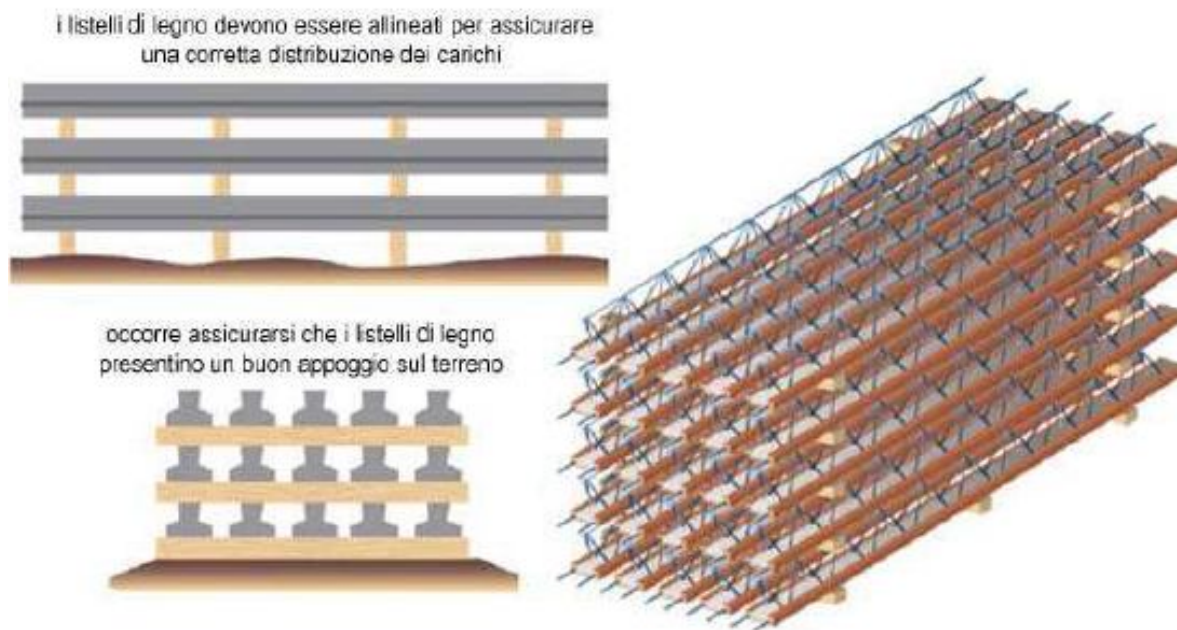

Fig. 2 – Modalità di stoccaggio dei travetti
Sono utilizzati apparecchi di sollevamento, quali gru a torre e gru a ponte, corredati di appositi ganci a cui collegare catene dotate di gancio terminale con apposita linguetta (vd. fig. 1). Per determinati sollevamenti, devono essere utilizzati tiranti di catena (vd. fig.2) o di fune o brache di sollevamento.
- Lo stoccaggio dei travetti non dovrà prevedere cataste superiori a 10 strati, specie se si tratta di travetti a traliccio, posizionando a livello di ogni corso opportuni traversi in legno in modo di evitare sbalzi alle estremità a centrare i carichi. I travetti, se precompressi, non dovranno mai essere movimentati con la suola al contrario (verso l'alto), ma dovranno avere la stessa giacitura che assumeranno in opera per evitare sollecitazioni non previste (fig. 2). Durante il sollevamento occorre avere cura di agganciare i travetti in due punti simmetrici rispetto alla mezzeria, tenendo conto delle istruzioni delle ditte fornitrici sulla lunghezza limite delle parti a sbalzo. Le attrezzature di sollevamento (gru di cantiere, autogru) dovranno essere adeguate al peso e alle dimensioni dei manufatti, mettendo in conto anche possibili azioni dinamiche causate dal vento o da movimenti improvvisi. In caso di forte vento attenersi ai vincoli imposti dal libretto di uso e manutenzione degli apparecchi di sollevamento.